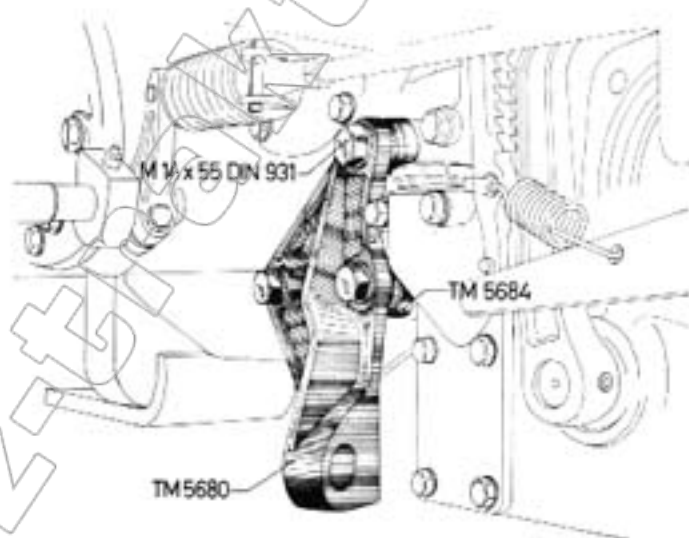

Abb. 1
1. Der **hintere Befestigungsbock** TM 5680 wird durch 3 Sechskantschrauben M 14×55 DIN 931 und 3 Federringen B 14 DIN 127 sowie durch 3 Abstandsrollen TM 5684, die zwischen den Befestigungsbock TM 5680 und das Getriebegehäuse gelegt werden, an der rechten seitlichen Anbaufläche des Getriebegehäuses befestigt (Abb.1 u.6). Ist der Schlepper mit einem ölhydraulischen Kraftheber und Dreipunkt-Aufhängung ausgerüstet, dann wird der hintere Befestigungsbock TM 5680 ohne Abstandsrollen TM 5684 direkt auf die rechte Lenkertragplatte aufgeschraubt.